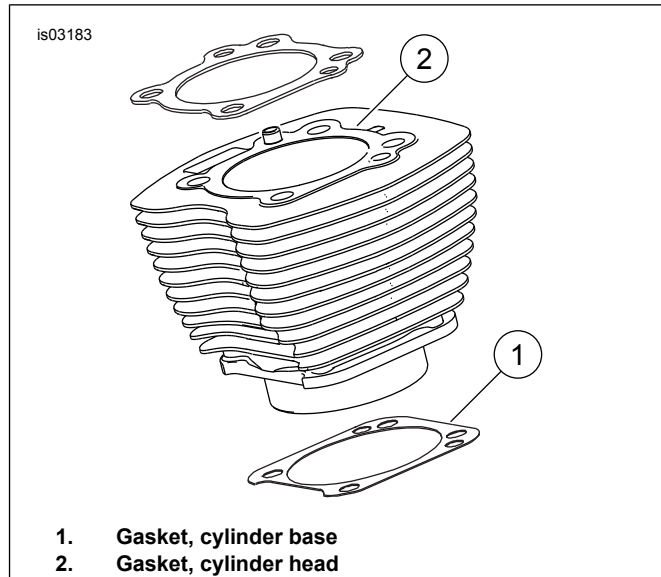

Figure 1. Mga Cylinder Gasket
Tingnan ang Figure 1. Ang 4.060 pulgada na cylinder base gasket (1) at ang cylinder gasket (2) ay nagtatanggal sa pangangailangan ng mga O-ring. Huwag gumamit ng mga O-ring sa mga cylinder dowel o mga cylinder spigot.